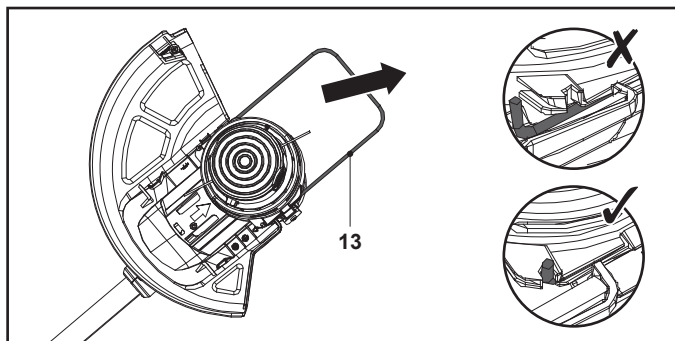

Fig. 12, posição de aparar / bordadura
1. Puxe a proteção de plantas (13) para fora até encaixar no devido lugar para a operação de aparar / bordadura (Fig. 12).